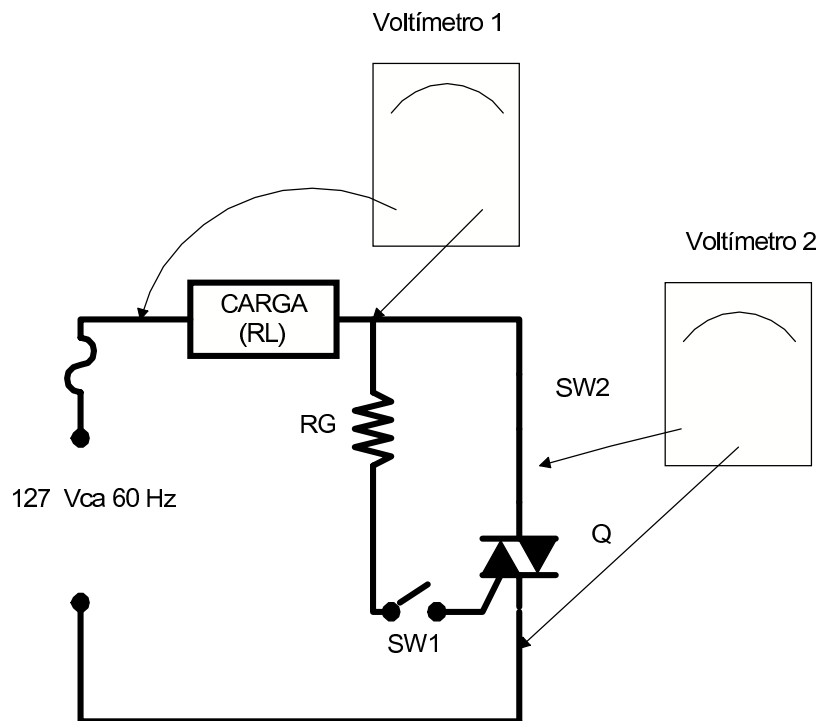

Figura 2.1
La práctica consistirá en armar el circuito mostrado en la figura 2.1. A este tipo de arreglo de le conoce como interruptor estático. Para esto habrá que seleccionar los elementos adecuados. Posteriormente se modificará el circuito (en caso de ser necesario) para medir el valor de diferentes parámetros del dispositivo. Para esto siga la siguiente metodología:
3. Arme el circuito mostrado en el diagrama esquemático (Figura 2.1). Sin embargo, espere las indicaciones de su profesor. Ud. trabajará con el voltaje de línea lo que significa de alguna manera un riesgo latente. Observe precauciones con los aparatos de medición con relación a sus especificaciones y conexiones a tierra física. Cualquier duda consúltela con su profesor.